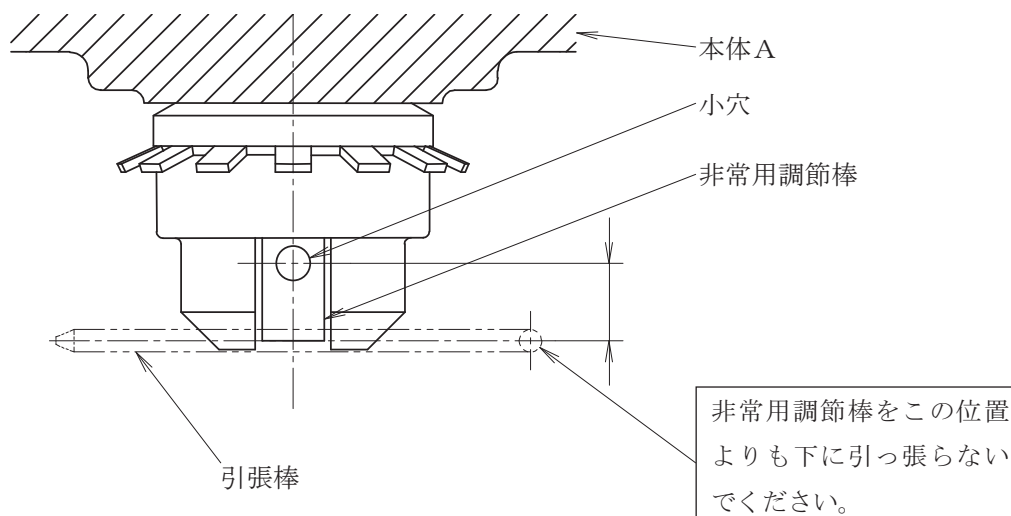

図5 非常用調節棒
- (1) 本体Aの下に非常用調節棒があります。正常の作動の場合には非常用調節棒を使用する必要はありません。この調節棒は、非常の場合、例えばセンサが破損したために液体温度が異常に上昇したような場合のみ使用します。
- (2) エレメントが正常に作動しているかどうかは非常用調節棒の下端の動きを見ると分かります。
- (3) 非常用調節棒を引張ったり回転したりし易いよう引張棒が付属しています。通常は引張棒を非常用調節棒に差し込まず、ぶら下げておいてください。調節すべき液体の温度が異常に上昇したとき、非常用調節棒の小穴に引張棒を差し込んで下に引張り、90度右に回転して固定します(図5参照)。これで流路Aと流路Cとが強制的に連絡されてクーラーや冷却塔に通水し流体の過熱を防止することができます。